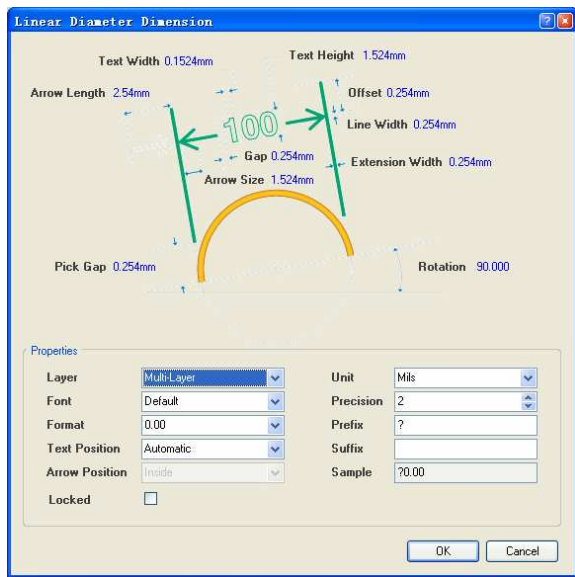

图 7.73 “Linear Diameter Dimension”对话框
- (1) 单击“Utilities”工具栏中的尺寸工具按钮，在弹出的工具栏中选择线性直径标注工具按钮，或者选择“Place”->“Dimension”->“Linear Diameter”命令。
- (2) 单击“Tab”键，打开如图 7.73 所示的“Linear Diameter Dimension”对话框。
如图 7.73 所示的“Linear Diameter Dimension”对话框用于设置线性直径标注的属性，其中的选项功能与“Linear Dimension”对话框中的对应选项功能相同。可参考对“Linear Dimension”对话框中选项的描述。